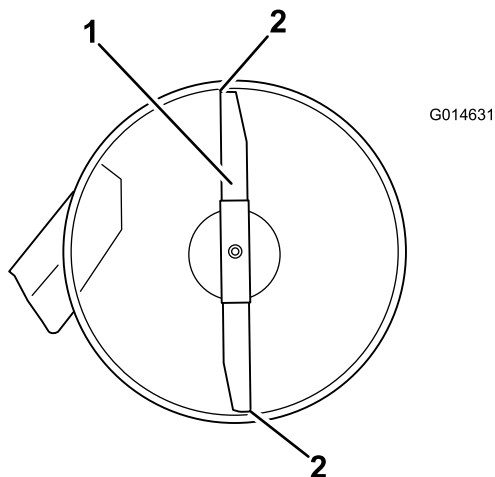
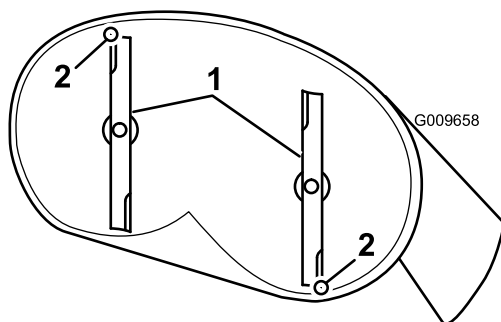
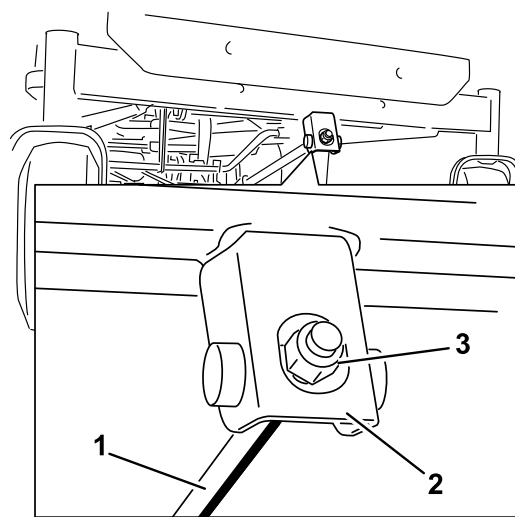

Figura 63
Figura 64
Figura 65
4. Girate con cautela le lame in modo che siano disposte longitudinalmente (Figura 63 e Figura 64).
5. Misurate il valore dalla punta della lama anteriore e dalla punta della lama posteriore alla superficie piana (Figura 63 e Figura 64).
6. Per regolare l'inclinazione longitudinale della lama, ruotate il dado di regolazione nella parte anteriore del tosaerba (Figura 65).
9. Dopo la regolazione, ricontrollate l'inclinazione longitudinale e continuate la regolazione del dado finché la punta della lama anteriore non è più bassa di 1,6-7,9 mm rispetto a quella posteriore (Figura 64 e Figura 65).